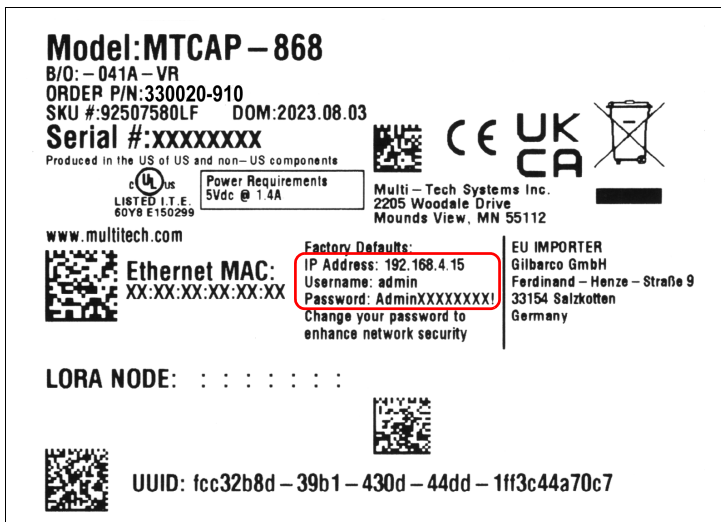

Abbildung 4. Beispiel Gateway-Etikett – IP-Adresse, Benutzername und Passwort
1. Die Standard-Gateway-IP-Adresse, Benutzername und Passwort vom Etikett auf der Geräterückseite ablesen. Die Standard-IP-Adresse, Benutzername und Passwort sind auf dem Etikett wie in Abbildung 4 gezeigt zu finden.